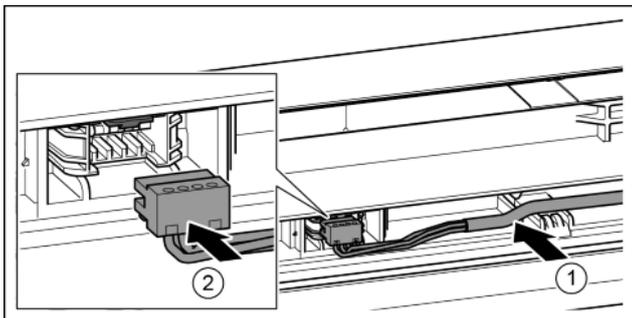

Fig. 35
- ▶ Graues Kabel in die Führung in der oberen Tür einlegen. Fig. 35 (1)
- ▶ Stecker einrasten. Fig. 35 (2)